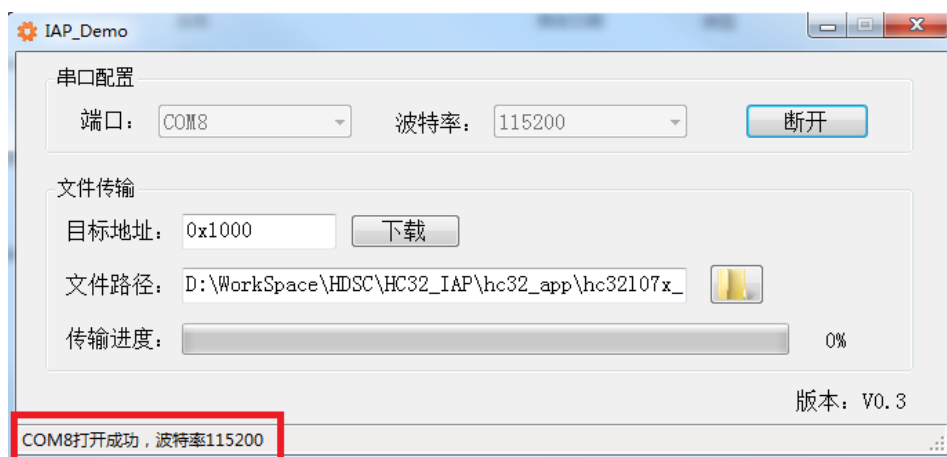

图 6 串口模块连接
- 5) STK 板上电，串口模块连接至 MCU 及电脑，并在软件界面选择正确的端口号，设置波特率为 115200，并点击连接，如果连接成功，则会出现图 6 红框位置类似信息。